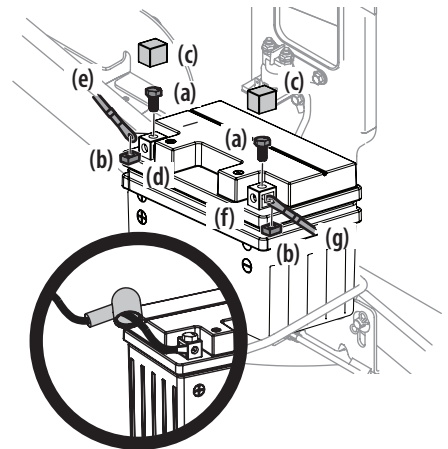

Figure 18
- Retirez les boulons hexagonaux (a) et les écrous carrés (b) situés à l'extrémité du faisceau de fils électrique ou dans le sac avec ce manuel. Gardez la quincaillerie pour utilisation ultérieure. Voir Figure 18.
- Enlevez le couvercle en plastique (c), si équipé, de la borne positive (d) de la batterie et attachez le câble rouge (e) à la borne positive (b) de la batterie avec le boulon (a) et l'écrou carré (b) retirés à l'étape 1. Utilisez un tournevis Phillips. Voir la Figure 18.
- Enlevez le couvercle en plastique (c), si équipé, de la borne négative de la batterie (f) et attachez le câble noir (g) à la borne négative de la batterie (f) avec le boulon (a) et l'écrou carré (b). Voir la Figure 18.
- Placez la gaine en caoutchouc rouge au-dessus de la borne positive de la batterie pour aider à la protéger contre la corrosion. Voir l'encadré dans Figure 18.